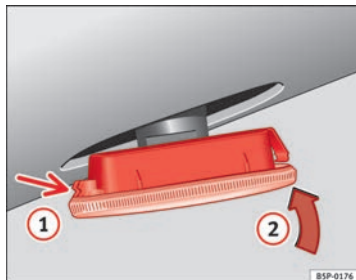

Fig. 205 Clignotant latéral
- Posez d'abord le clignotant dans le trou de la carrosserie, en emboîtant les languettes ⇒ fig. 205, flèche ①.
- Emboîtez l'ampoule comme indiqué sur la flèche ② ⇒ fig. 205. ■